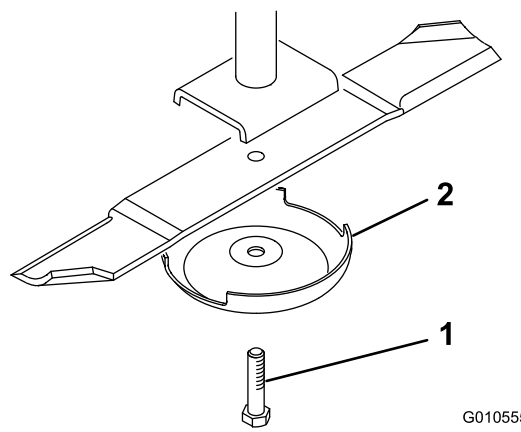

Bild 30
- Halten Sie das Ende des Messers mit einem stark wattierten Handschuh oder wickeln Sie einen Lappen um es herum. Entfernen Sie die Messerschraube, die Antiskalpierkuppe und das Messer von der Spindelwelle (Bild 30).